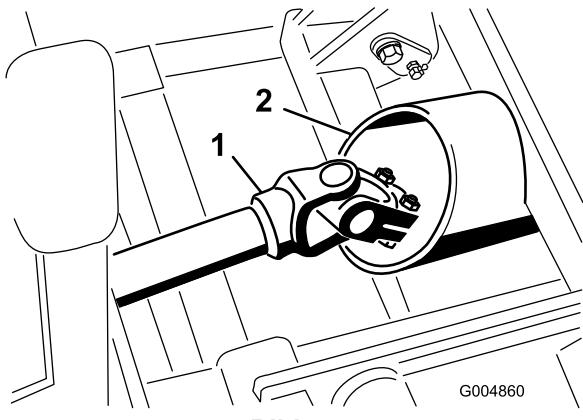

Bild 45
- Rollen Sie den Winterrahmen vorsichtig in die richtige Stellung und führen gleichzeitig die Antriebswelle durch das Rahmenrohr (Bild 45).